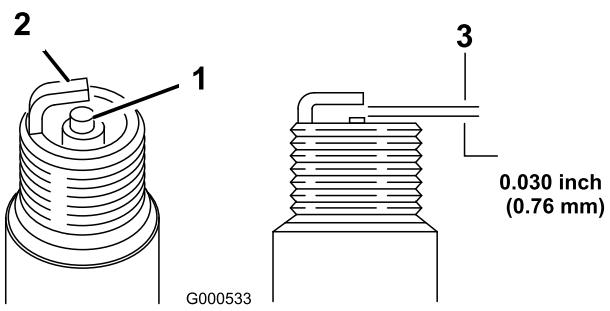

Рисунок 18
5. Установите в свече зазор, равный 0,76 мм (Рисунок 18).